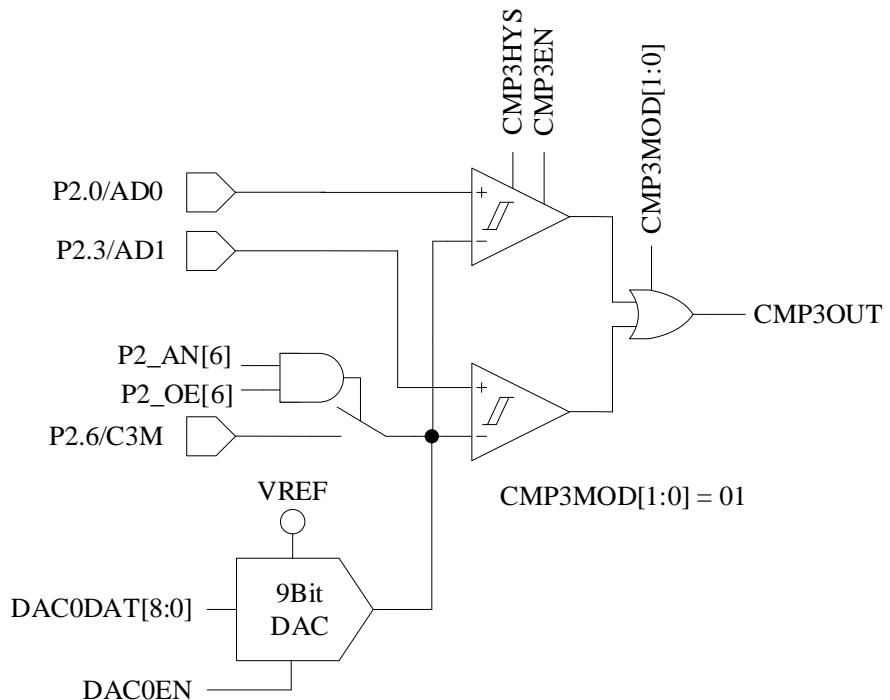

图 29-3 双比较器输入模式
- 配置 CMP_CR1[CMP3MOD]=01，CMP3 为双比较器输入模式，具体输入输出端口及接法如图 29-3 所示